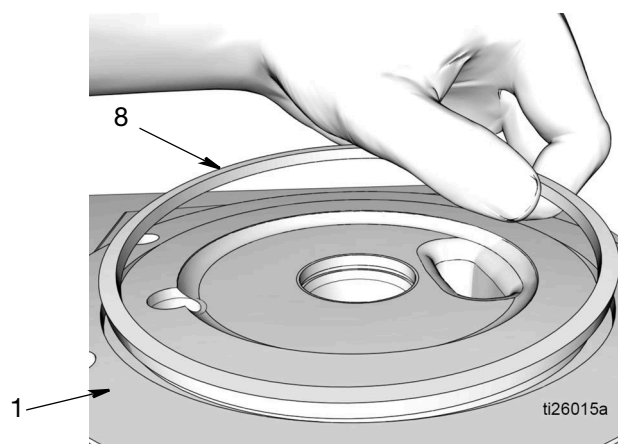

FIG. 28
- Saque la junta tórica cuadrada (8) de la base de la bomba (1) (FIG. 28). Deseche la junta tórica según la normativa para una eliminación adecuada.